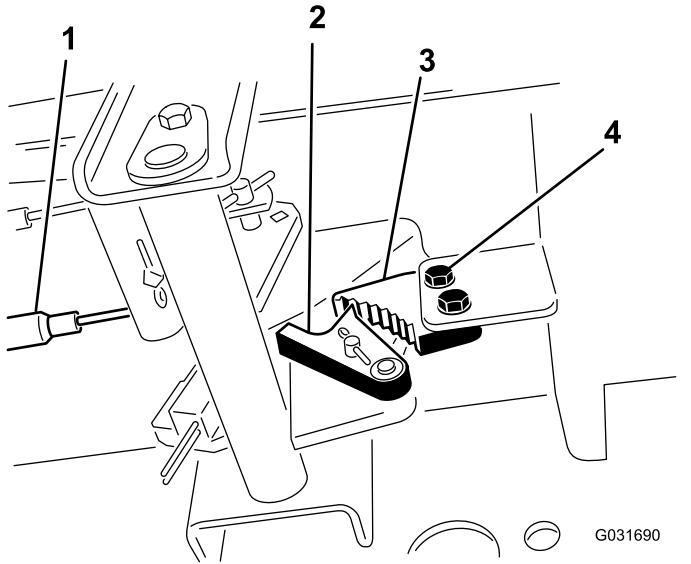

Figura 57
1. Afloje los 2 tornillos que fijan el trinquete del freno de estacionamiento al bastidor (Figura 57).
2. Pise el pedal del freno de estacionamiento hacia adelante hasta que la uña se enganche a fondo en el trinquete del freno (Figura 57).